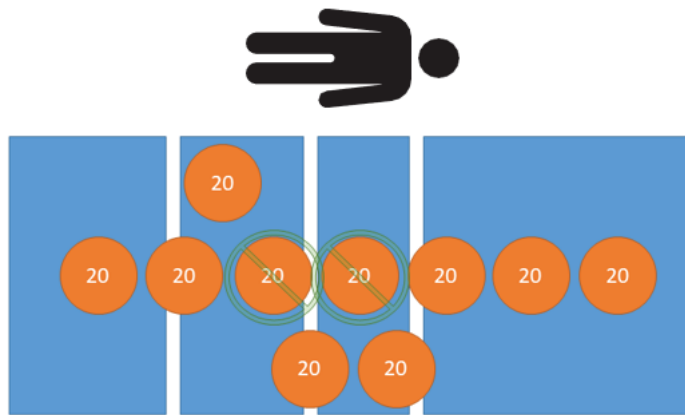

Figure 31 – Test de tarage - 160 kg net
6. En utilisant des poids étalonnés, placer 160 kg sur le produit (Figure 31).
8. En utilisant des poids étalonnés, placer 160 kg sur le produit (Figure 31).